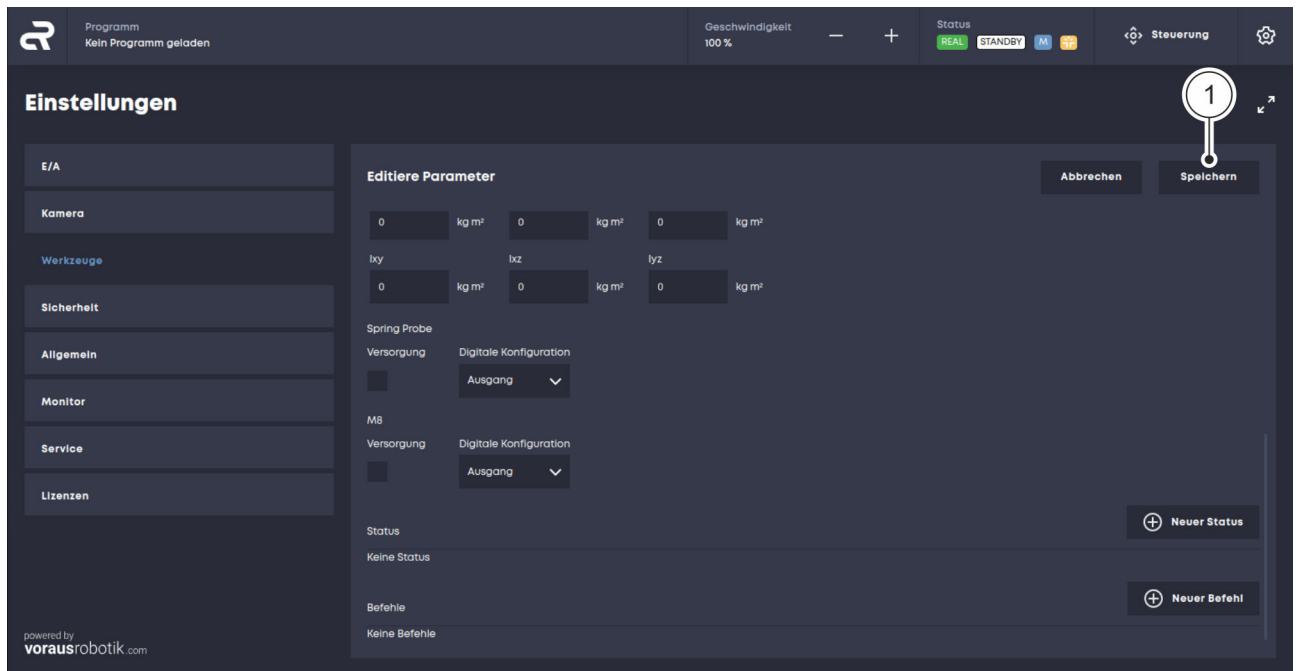

Abb. 25 Werkzeugparameter speichern
11. Auf die Schaltfläche „Speichern“ klicken, um die Werkzeugparameter zu speichern Abb. 25/1.